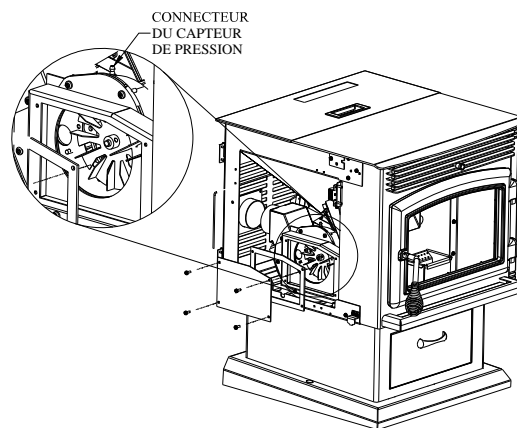

Figure 25
- **Nettoyage** – Sur une certaine période de temps, les résidus de combustion et la saleté peuvent s'accumuler sur les pales des ventilateurs de convection et de combustion/évacuation. Les ventilateurs doivent donc être nettoyés de façon périodique car les saletés et résidus de combustion peuvent affecter leur performance. Vous avez accès au ventilateur de convection en ouvrant simplement le panneau de côté droit de l'appareil. Les cages du ventilateur de combustion/évacuation sont accessibles en enlevant la panneau gauche et arrière (Figure 25). Pour nettoyer les pales situées dans la cage d'air de combustion, insérez l'embout de l'aspirateur dans l'arrivée d'air frais. Pour nettoyer les pales situées dans la cage d'évacuation, vous devez d'abord ouvrir la trappe d'accès située sur le côté du boîtier métallique à l'aide d'un tournevis. Insérez ensuite le bout de l'aspirateur et nettoyez.